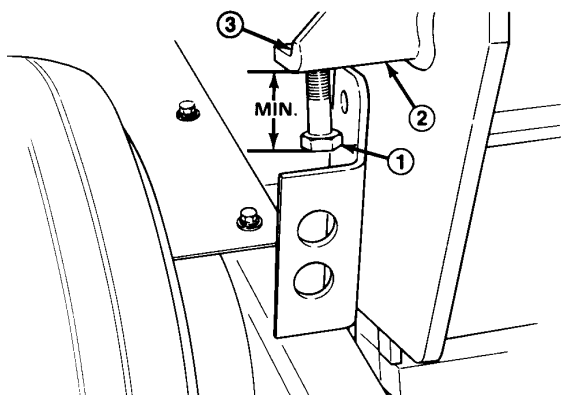

Fig. 11
- Løsn låsemøtrikken ovenpå justeringsbeslaget (fig. 11).
- Skrue justeringsskruen ind i beslaget for at øge boreddybden. Skru den ud for at mindske boreddybden (fig. 11).
- Den bedste anbefalede boreddybde opnås, når afstanden fra enden af skruehovedet til beslaget er 17,5 mm (fig. 11)